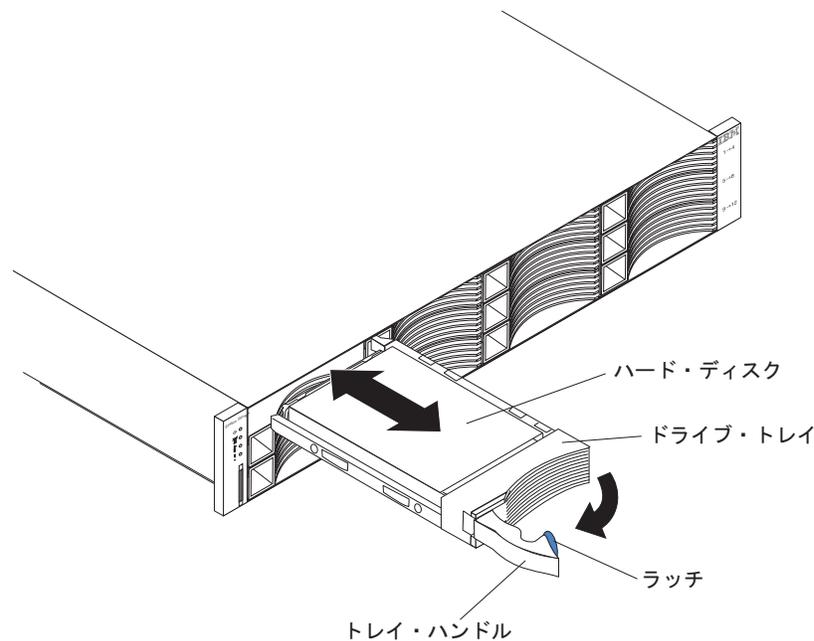

図 46. ドライブの取り外し
4. 84 ページの図 46 に示されているように、ドライブをベイから引き出します。